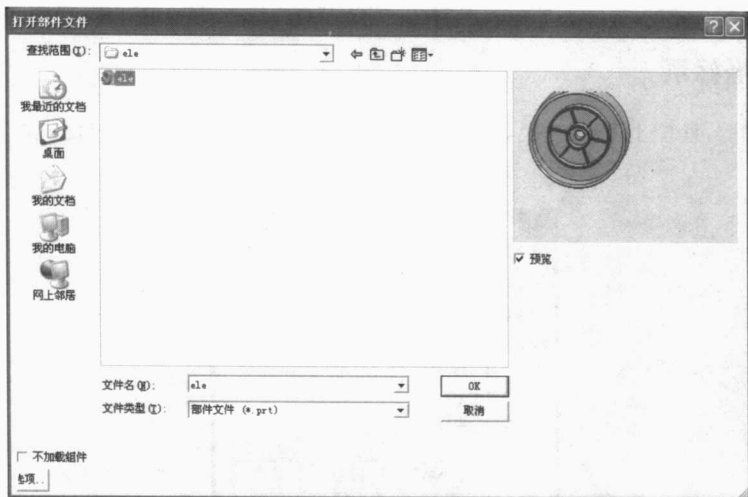

图 1-1 打开部件文件对话框
① 在硬盘上建立工作目录 ele，然后将随书光盘 chapter1 目录中的 ele.prt 文件复制到新建的目录中。
② 单击工具栏上的“打开”按钮，在打开对话框中定位到刚才新建的目录，并选择 ele.prt 文件，如图 1-1 所示。